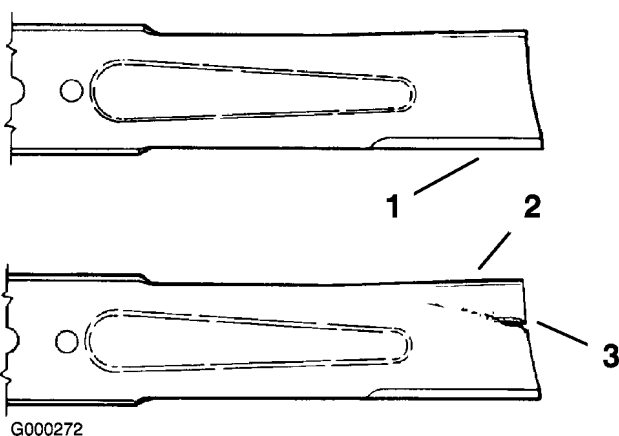

Figure 60
1. Examinez le tranchant des lames (Figure 60). Si les lames ne sont pas tranchantes ou si elles présentent des indentations, déposez-les et aiguisiez-les (voir Aiguisage des lames).
2. Inspectez les lames, surtout la partie incurvée (Figure 60). Remplacez immédiatement toute lame endommagée, usée ou qui présente une entaille (Figure 60).